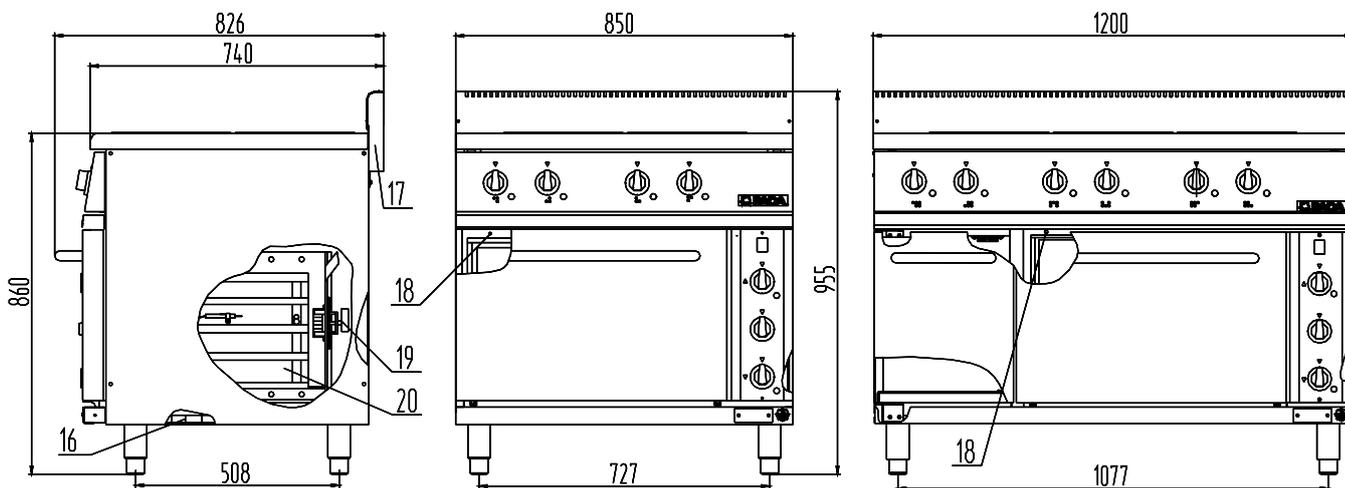

Рисунок 2- Составные части плит
5.2.1 Плита состоит из каркаса, на котором установлены конфорки (2) рисунок 2. Конфорки установлены на опорах – болтах, с помощью которых регулируется положение конфорок в одной плоскости. Схема расположения конфорок изображена на рисунке 4.
5.2.3 При утечке жидкости, которая образуется на рабочей поверхности плиты при приготовлении пищи, слив предусмотрен в выдвижной поддон (4) рисунок 2, который располагается под конфорками.
5.2.4 На каркасе установлен и закреплен духовой шкаф (20) и панель управления. Каркас установлен на регулируемые по высоте опоры (13) рисунок 2, позволяющие изменять высоту изделия (не более 30 мм), а так же компенсировать неровности пола.
5.2.5 Духовой шкаф представляет собой внутренний теплоизолированный объем, в котором вверху и внизу расположены по три трубчатых электронагревателя (ТЭНы), на боковых стенках расположены направляющие для противней (8). Нижние ТЭНы закрыты съемным подовым листом (6) рисунок 2.
вернув шесть винтов М5 (18), расположенных на рамке духовки (20) рисунок 2.
5.2.7 Дверь духового шкафа (7), рисунок 2, имеет торсионный механизм, кото-
5.2.9 Конвекция (19), рисунок 2 располагается на задней стенке духового шка-
5.3.1 Установите ручки переключателей мощности конфорок (3), рисунок 2 в положение «3» (макс.), при этом должна загореться арматура светосигнальная (5) рисунок 2.